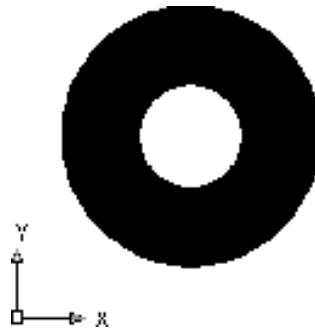

Figura 2.51. Arandela.
**Solución** (ver figura 2.51).